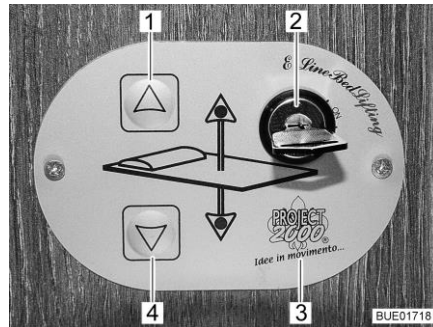

Fig. 105 Commande
Les touches (Fig. 105,1 et 4) sur l'unité de commande (Fig. 105,3) permettent d'abaisser ou de relever le lit escamotable. L'interrupteur à clé (Fig. 105,2) permet de protéger l'unité de commande contre toute utilisation non autorisée.
- Tourner la clé de 90° dans le sens des aiguilles d'une montre dans l'interrupteur à clé (Fig. 105,2) sur la position "On". L'unité de commande (Fig. 105,3) est activée.
- Appuyer sur la touche fléchée (Fig. 105,4) et la maintenir pressée jusqu'à ce que le lit escamotable ait atteint la position désirée vers le bas.
- Appuyer sur la touche fléchée (Fig. 105,1) et la maintenir pressée jusqu'à ce que le lit escamotable ait atteint sa position finale supérieure.